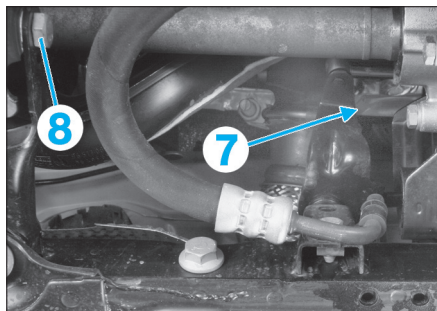

FIG. 6
- l'écrou (7) (Fig.6),
- la vis (8) de la biellette anticouple,